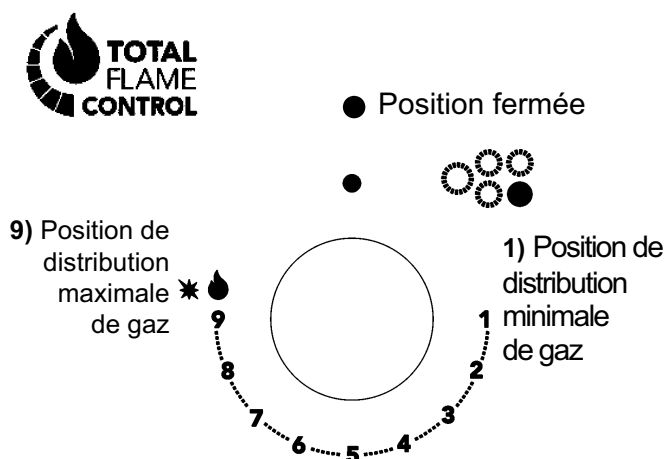

FIG. 1
Enfoncez et tournez en sens inverse horaire le bouton correspondant au brûleur à utiliser, tournez-le sur la position Maximum  (Position 9 fig. 1) puis appuyez à fond sur le bouton, le robinet est équipé d'une échelle de 9 positions, à chaque clic la flamme est réduite jusqu'à ce que vous atteigniez la position de 1, c'est-à-dire l'apport minimum de gaz.
Pour les brûleurs munis d'un thermocouple de sécurité, tournez en sens inverse horaire le bouton correspondant au brûleur à utiliser, tournez-le sur la position Maximum (Position 9 fig. 1) jusqu'à ce que vous sentiez un arrêt léger puis appuyez sur le bouton. Lorsque le brûleur est allumé, maintenez le bouton enfoncé pendant 10 secondes environ.
- Lorsque le point d'ébullition est atteint, tournez le bouton sur Minimum (Position 1, fig. 1).
- ***l'allumage des brûleurs avec un thermocouple de sécurité n'est possible que lorsque le bouton se trouve sur la position Maximum (Position 9, fig. 1).***